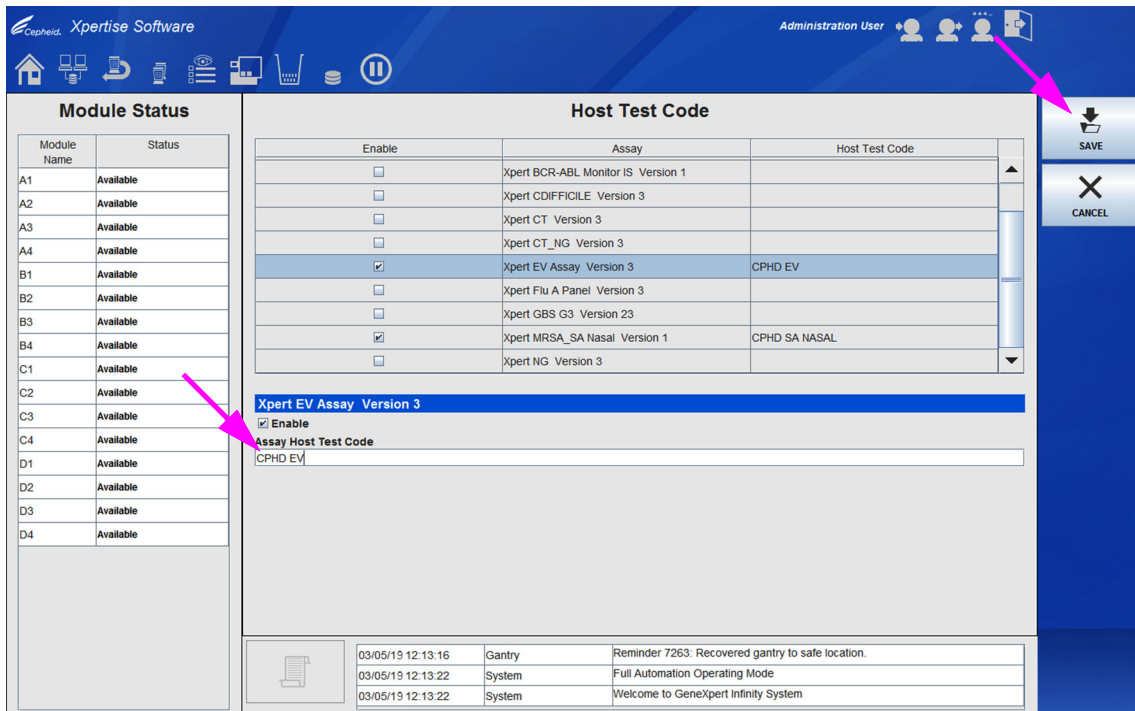

Figura 2-37. Área de trabalho Host Test Code (Código de teste do anfitrião) – Ensaio de resultado único a mostrar o código introduzido
3. No campo **Assay Host Test Code (Código de teste do anfitrião do ensaio)** da área de trabalho Host Test Code (Código de teste do anfitrião) (ver Figura 2-37), escreva o código que foi introduzido no anfitrião. Pode introduzir entre 1 e 15 caracteres.
4. Selecione o botão **SAVE (GUARDAR)** para guardar a definição para este ensaio. Ver Figura 2-37. O software verificará a exclusividade do código de teste antes de guardar.